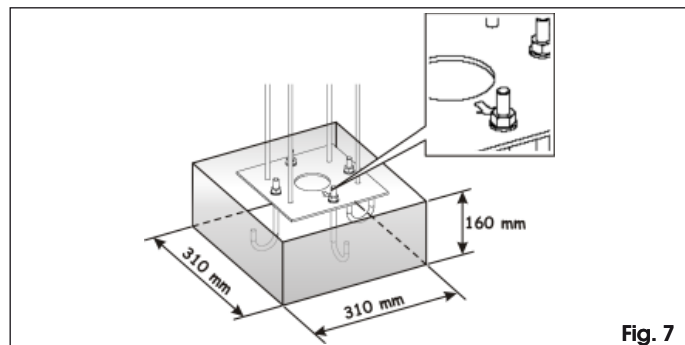

Fig. 7
2. Realice una base de cimentación tal y como se indica en la Fig. 7.
3. Coloque en obra la placa de cimentación tal y como se indica en la Fig. 7, y prevea una o varias vainas para el paso de los cables eléctricos.